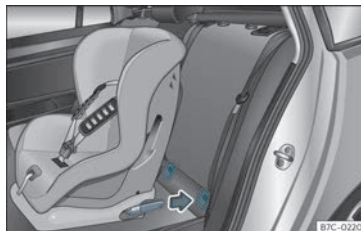

Fig. 26 Bancos traseiros: colocação da cadeira de criança com sistema ISOFIX.
- Engate a cadeira de criança nas argolas de retenção «ISOFIX/i-Size» até se ouvir o seu encaixe»» **Fig. 26**. Se a cadeira de criança dispuser de fixação Top Tether*, encaixe-a no respetivo anel»» **Página 40**. Siga as instruções do fabricante da cadeira de criança.